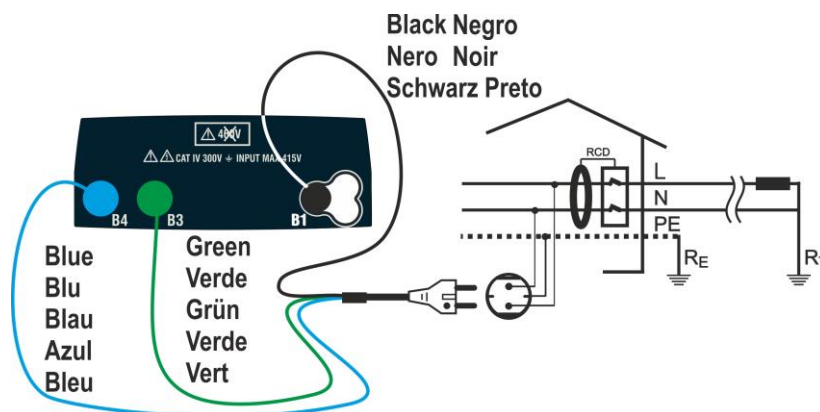
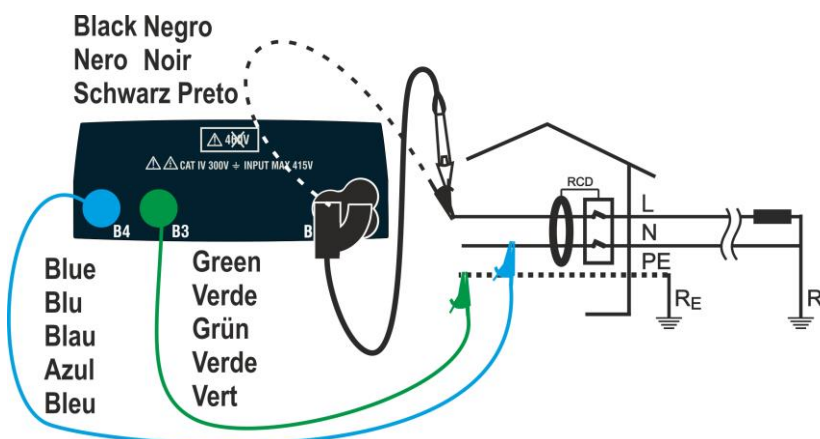
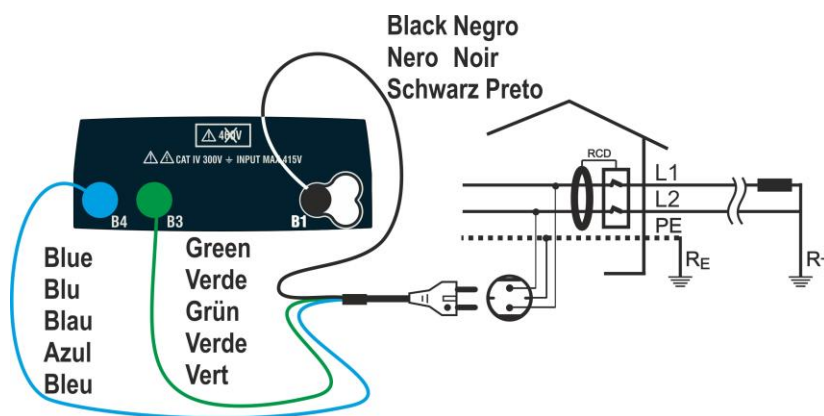
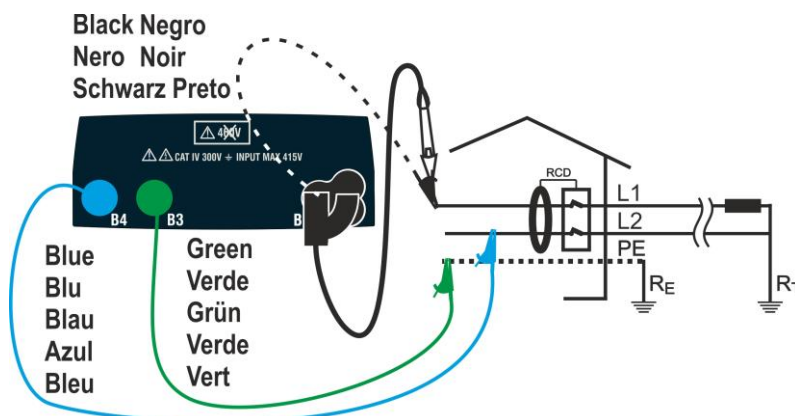

Fig. 4: Ligação em sistema Monofásico L-N-PE via ficha shuko
Fig. 5: Ligação em sistema Monofásico L-N-PE com cabos únicos e cabo remoto
Fig. 6: Ligação em sistema Bifásico L-L-PE via ficha shuko
Fig. 7: Ligação em sistema Monofásico L-L-PE com cabos únicos e cabo remoto
3. Insira os conectores verde, azul e preto da ficha shuko de três terminais nos terminais de entrada correspondentes do instrumento B1, B3 e B4. Como alternativa, use cabos individuais e insira as pinças crocodilo correspondentes na extremidade livre dos cabos. Se necessário, use a ponta de prova remota inserindo o seu conector multipolar no terminal de entrada B1. Ligue a ficha shuko, as pinças crocodilo ou o cabo de teste remoto à rede elétrica de acordo com Fig. 4, Fig. 5, Fig. 6 ou Fig. 7